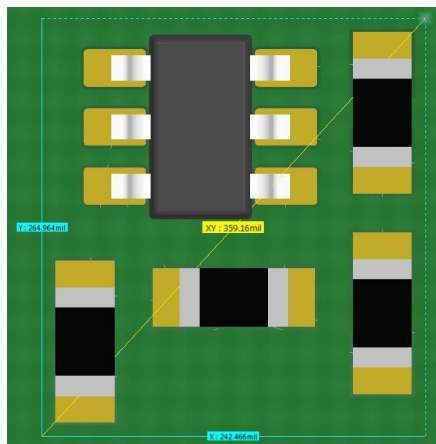

图 2-2. TPS3701 示例布局
- **TPS3701**：这款具有宽输入电压 (V_{in}) 范围的电压检测器可监控高达 36V 的电压，典型监控精度为 0.25%。该器件采用 6 引脚 SOT 封装，尺寸为 2.9mm x 1.6mm，只需三个外部电阻器即可设置故障阈值，并需要至少一个外部上拉电阻器来提供开漏输出，如图 2-2 中所示。TPS3701 通过便捷的单器件解决方案来提供欠压和过压监控功能。